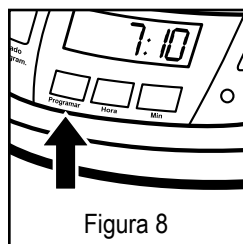

Figura 8
1. Enquanto a cafeteira estiver desligada, pressione e segure o botão para programar o preparo de café "PROGRAMAR". Veja figura 8.